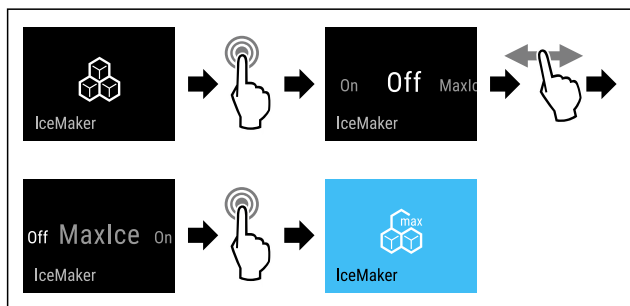

Fig. 17
- ▶ Изпълнете стъпките (виж Fig. 17) .